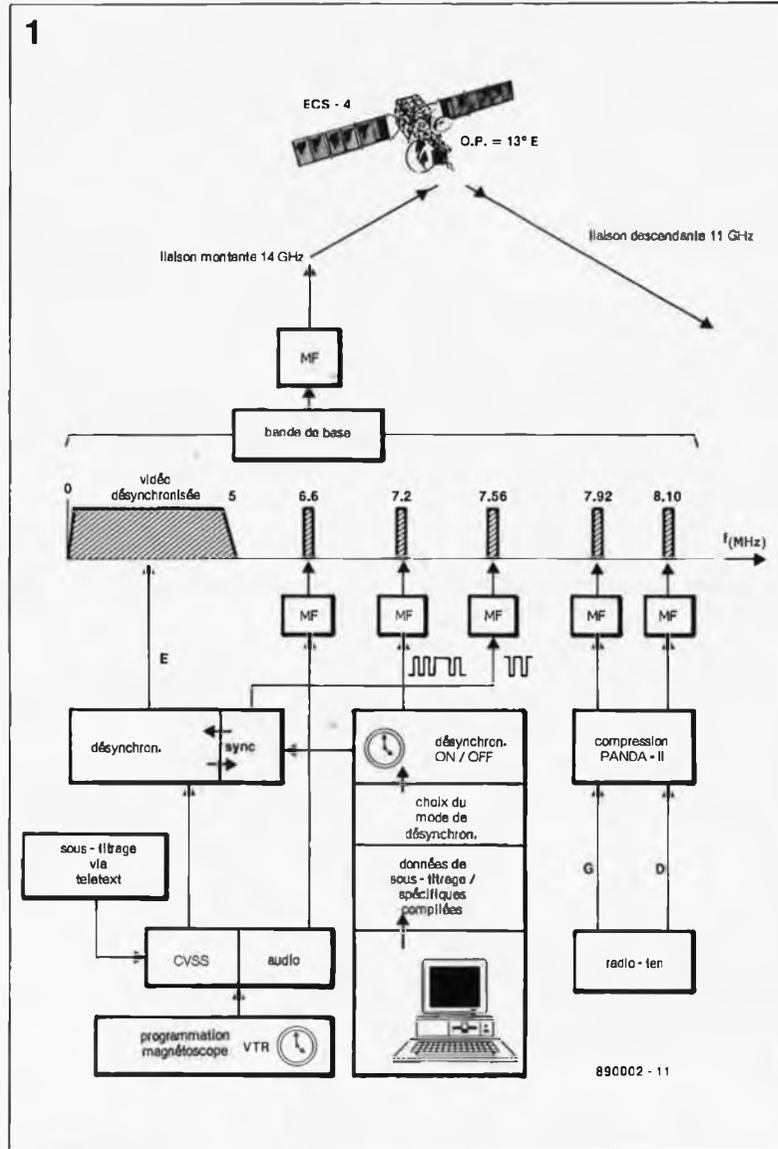

Figure 1. Synoptique de l'équipement présent à la station d'émission vers le satellite (*uplink*) pour le répéteur 9-W-V d'ECS-4.
La figure 1 donne le synoptique d'une station d'émission pour le canal 9 d'ECS-4. Le signal montant (*uplink*) que doit relayer le répéteur 9-W-V est modulé en fréquence (MF) et occupe une bande passante d'une largeur de 8,5 MHz environ. La première partie de cette bande passante, comprise entre 0 et 5 MHz, est attribuée à un signal vidéo composite et à la sous-porteuse chrominance PAL qui lui est associée. Le reste du spectre attribué à ce canal est occupé par un certain nombre de sous-porteuses MF:
- la sous porteuse des données spécifiques, de sous-titrage et de "mode de traitement" sur 7,2 MHz (MF),
- les impulsions de synchronisation composite sur 7,56 MHz (MF),